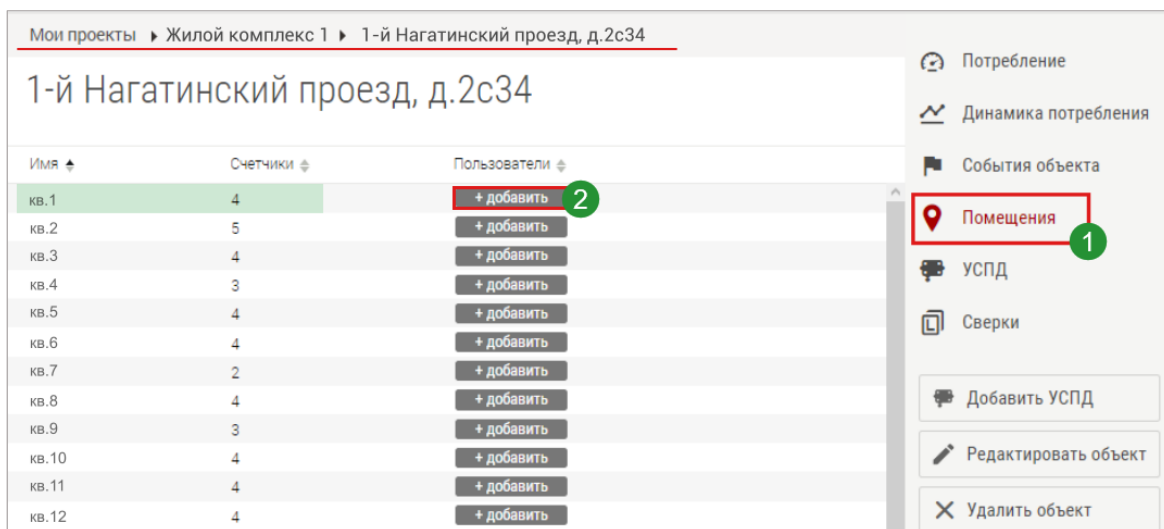

Рис. 42. Меню «Помещения» для предоставления доступа к данным отдельным пользователям.
1. Зайдите в меню **Мои проекты** → **Проект** → **Объект** → **Помещения** (Рис. 42).